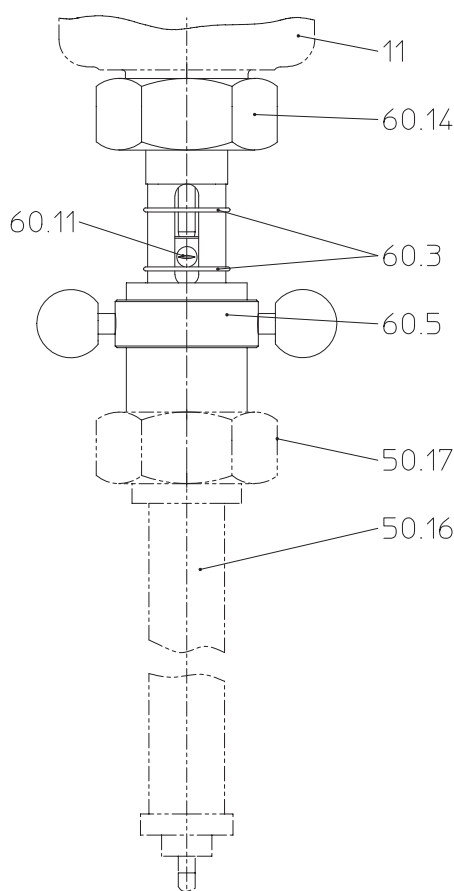

Рис. 5
- Монтаж устройства для регулирования вручную осуществляется между клапаном (поз. 11) и исполнительным приводом (поз. 50.16) терморегулятора / термореле (Рис. 5).